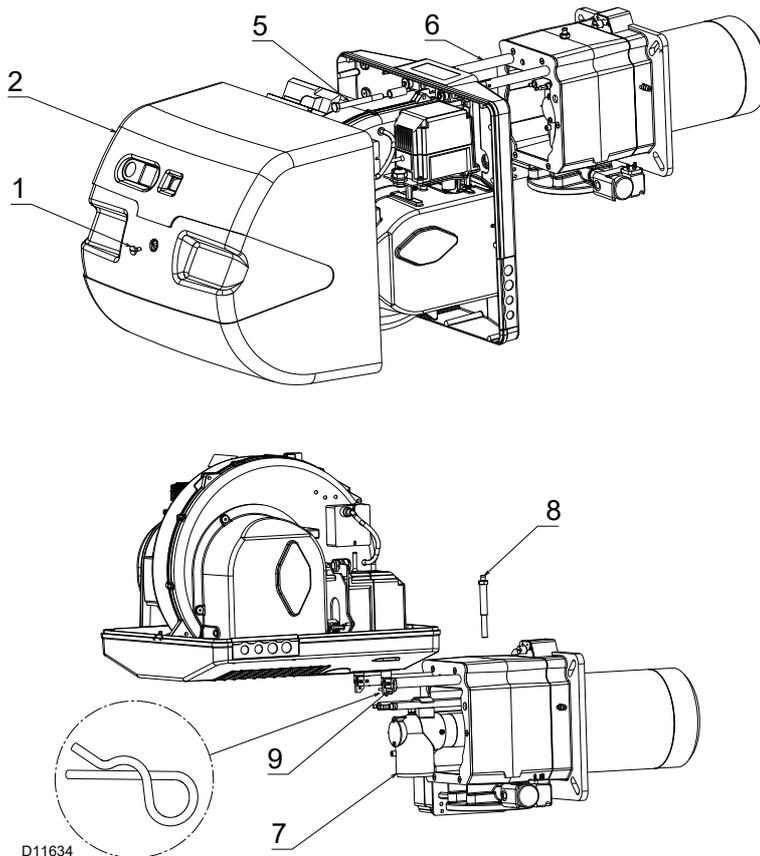

Fig. 40
- Allentare la vite 1)(Fig. 40) e togliere il cofano 2);
- ruotarlo come in Fig. 40 ed infilare nel foro di una delle due guide la copiglia 9) in modo che il bruciatore rimanga in quella posizione.
- Togliere la copiglia 9)(Fig. 40) e spingere il bruciatore fino a circa 100 mm dal manicotto;